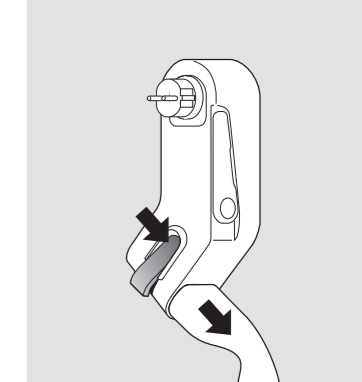

Bild 3: Upplåsning av typ 2-uttag
- Koppla bort Mobility Dock (A) från eluttaget
- Lås upp (D) väggstödet (E) och för den till utgångsläget
- Lösa vid behov laddningskontakten med den orange spaken (B) och koppla ur den (se bild 3)